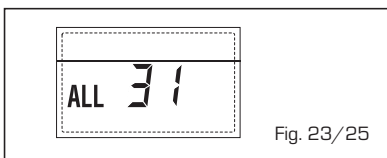

Fig. 23/25
- **ANOMALIA CONFIGURAÇÃO INSTALAÇÃO TRÊS ZONAS "ALL 32" (fig. 23/26)**